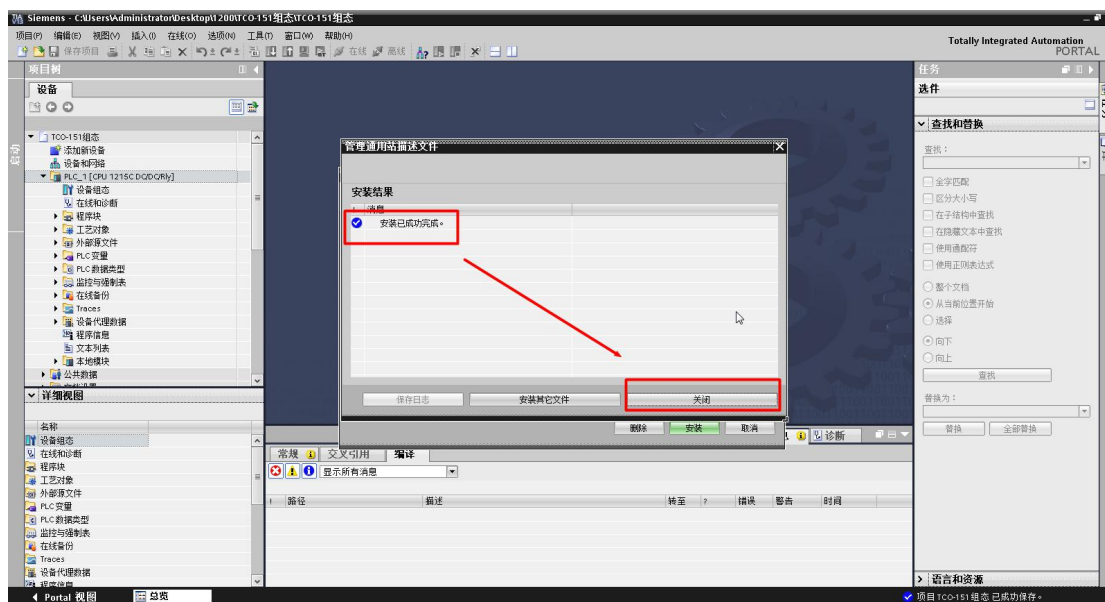
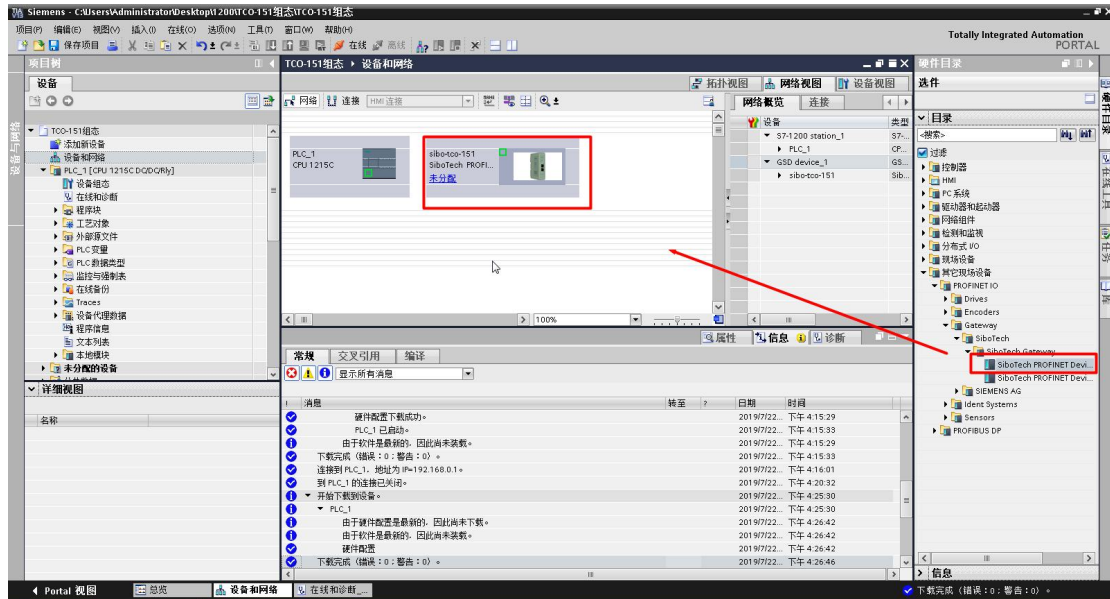

图 7 GSD 安装完成
图 9 在“网络视图”中添加 TC0-151
2.1. 点击选项「管理通用站文件 (GSD) (D)」，在弹出窗口中点击  浏览文件夹找到 TCO-151 的 GSD 文件，点击“确定”便可将 GSD 文件添加到窗口中（注意 GSD 文件中不能包含中文，否则安装失败）如图 5 所示；点击要安装的 GSD 文件的小方框，勾选完成，点击右下方“安装”，会弹出“确认安装 GSD 文件后需重启 TIA PORTAL”的窗口，然后点击“确定”，GSD 文件开始安装，如图 6 所示；完成后显示消息“安装已完成”，点击“关闭”后在右边目录找到已安装的 TCO-151 网关，如图 7、8 所示；双击右侧目录中的 TCO-151 将其添加到组态界面在“网络视图”中，如图 9 所示。